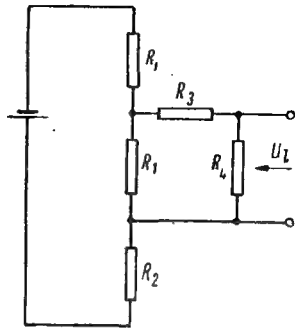

Bild 28
3. Nunmehr stellt man die an den Klemmen A und B auftretende Leerlaufspannung  $U_1$  fest. Dabei sind die gedachten Kurzschlüsse der Ursprungsquellen E aufzuheben (Bild 28). Die Spannung  $U_1$  wird mit Hilfe der